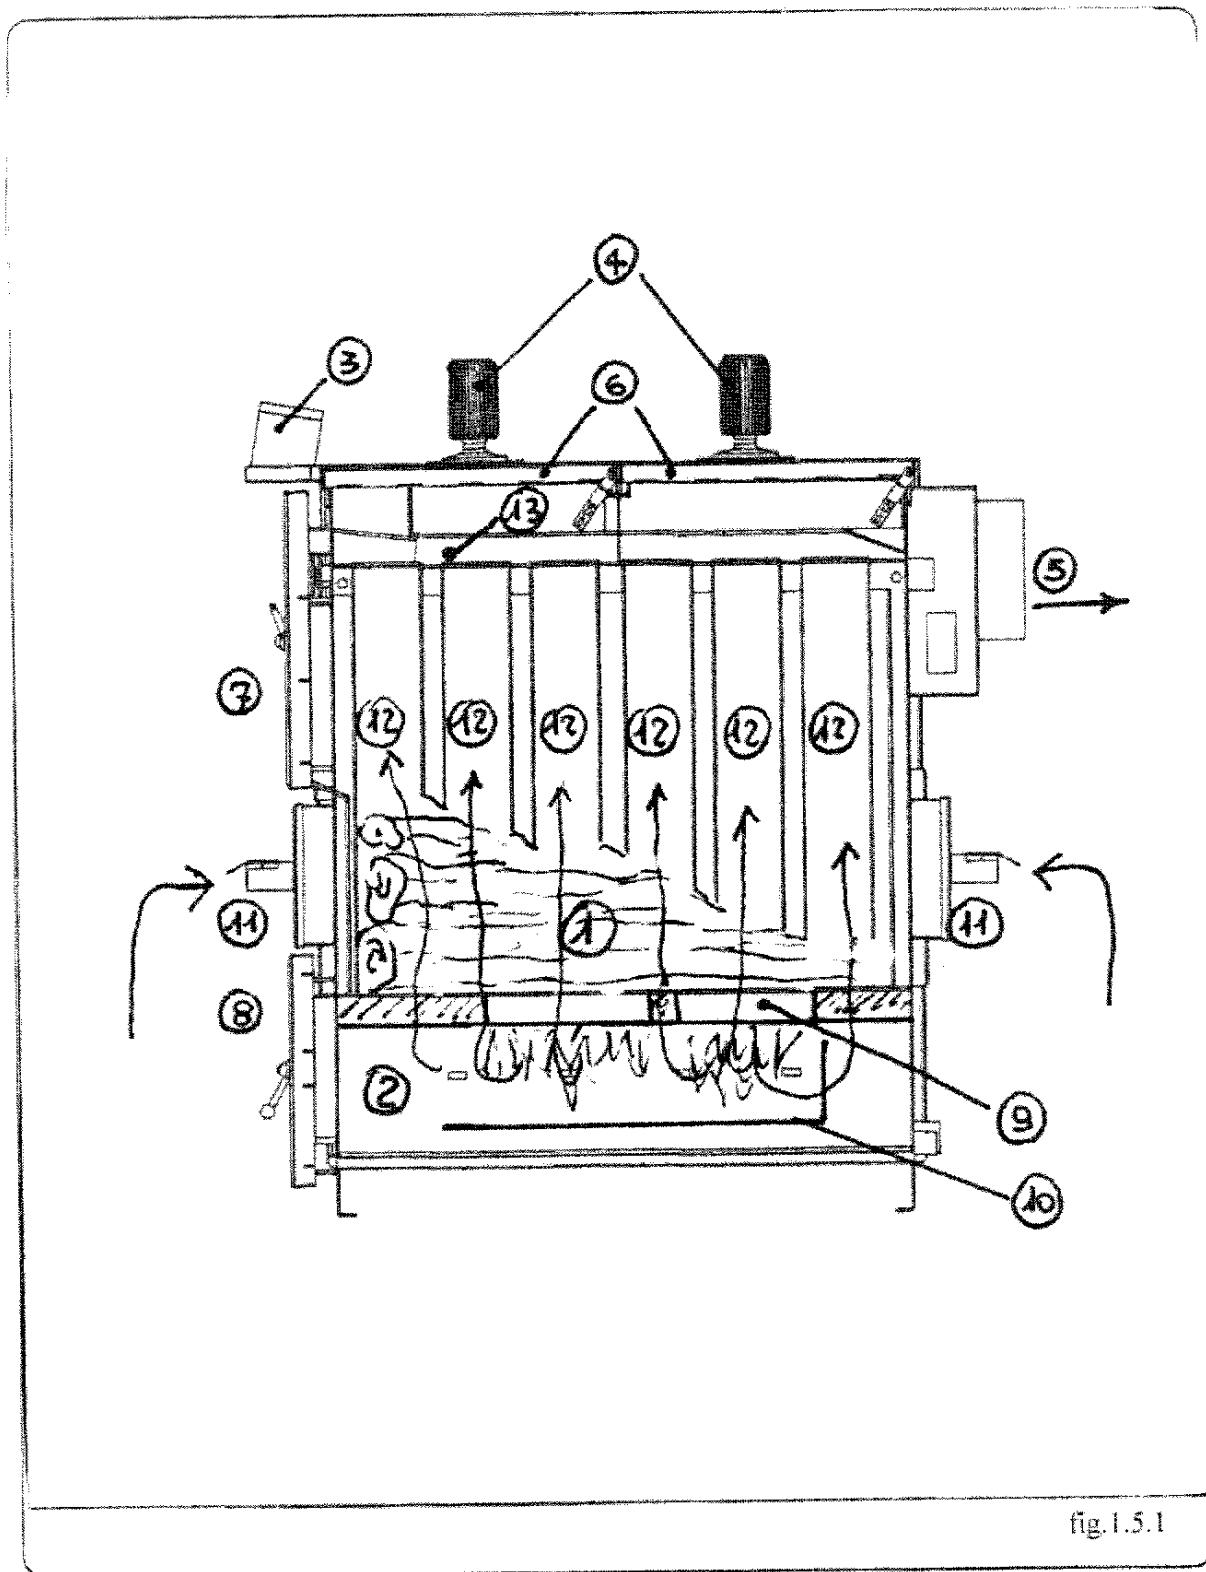

fig. 1.5.1
1.5 Descrizione della caldaia (fig.1.5.1)
1.5 Boiler description (fig.1.5.1)